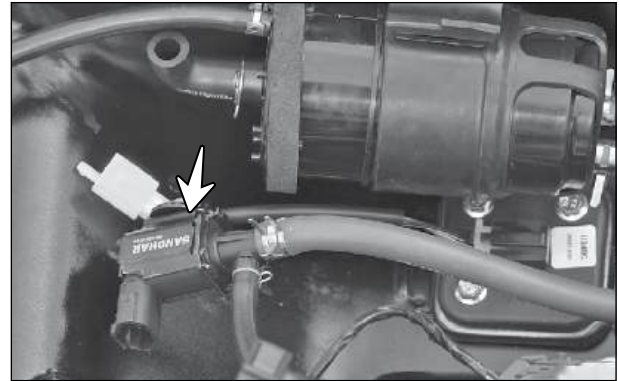

Fig. 5.34
- A válvula de purga (seta) está instalada abaixo do conjunto do tanque de combustível, perto do cânister. (Fig. 5.34)